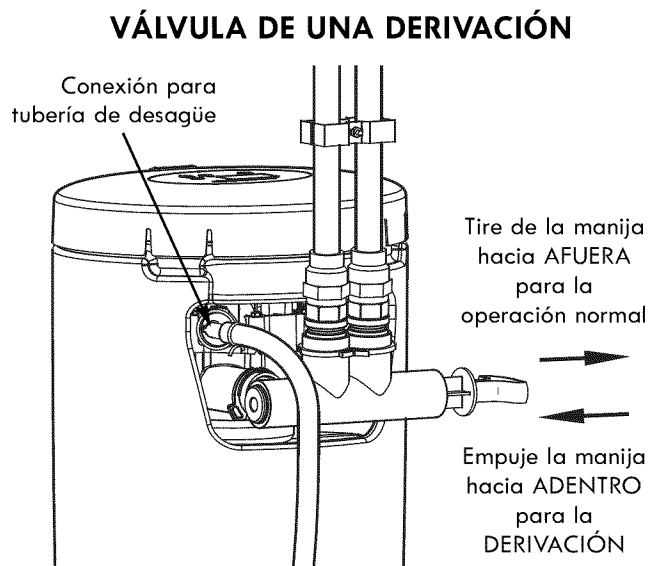

Figura 10
1. Mida, corte según la longitud necesaria y conecte el tubo de desagüe de 3/8 pulg. (se incluye) a la unión para desagüe de la válvula del sistema central de filtrado de agua para toda la casa. (Vea la Figura 10.) Mantenga la manguera en su sitio con una abrazadera.
1. Compruebe que la válvula de una derivación (o la válvula de 3 derivaciones, si se instala) esté en la posición de derivación, con la manija empujada hacia adentro. (Vea la Figura 10.)
4. Mueva lentamente la válvula o válvulas de derivación a la posición de operación normal, con varias pausas para permitir que la unidad presurice lentamente. (Vea la Figura 10.)